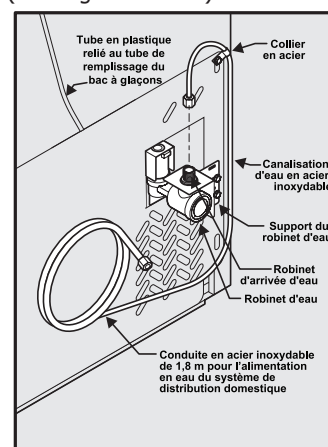

Figure 2
5. **Si vous utilisez des tubes en acier inoxydable** - L'écrou et la bague d'extrémité sont déjà assemblés sur le tube. Glissez l'écrou de compression dans l'entrée du robinet et serrez l'écrou de compression à la main dans le robinet. Serrez d'un autre demi tour avec une clé; NE PAS serrer trop fort. Voir Figure 2.